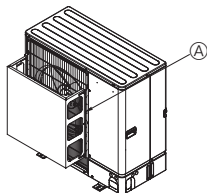

Fig. 2-5
- 2 Sumontuokite pasirenkamąjį oro krepituvą, jei įrenginys montuojamas vietoje, kurioje į oro išėjimo angą gali tiesiai pūsti stiprus vėjas, pvz., uraganas ir pan. (Fig. 2-5)